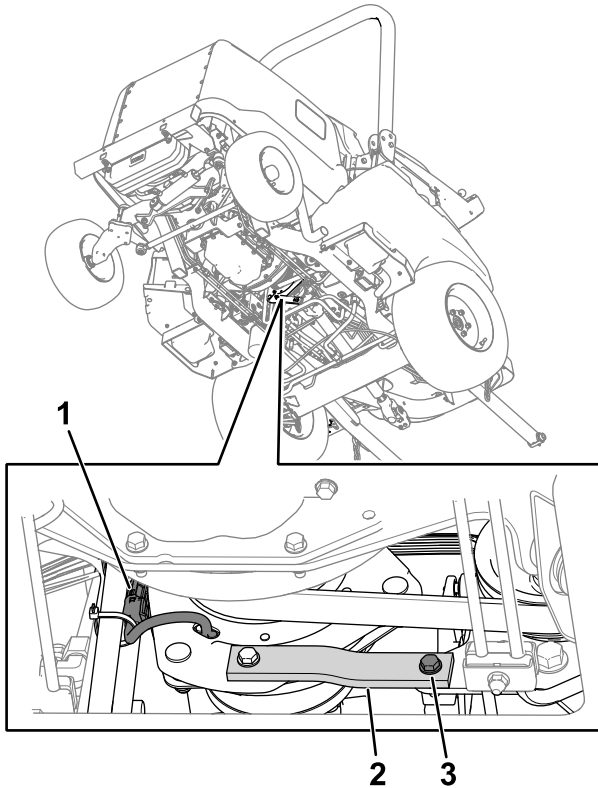

図 76
2. 機体のワイヤハーネスから、クラッチ用ワイヤハーネスのコネクタを外す 図 76。
3. フレームについているゴム製ストラップ 図 76 から、ボルト、ワッシャ、ナットを外す。